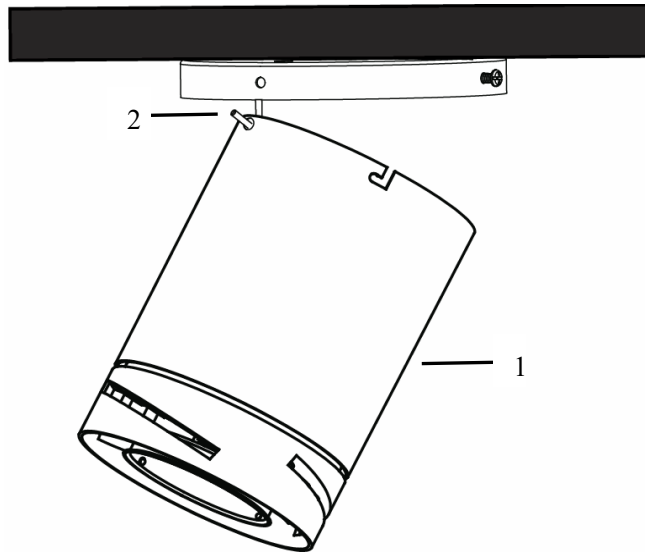

Fig. 3
- Soulevez le ventilateur complet (1) pour le placer sur le support de montage. Accrochez le ventilateur complet sur le crochet J (2) du support de montage. (Fig.3)